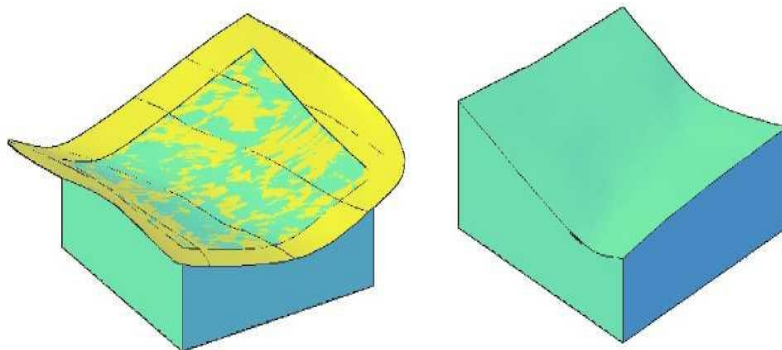

Рис. 74 – Топографическая поверхность с массивом земли
8. Пользуясь командой **SLICE** (**Разрез**), выполнить разрез ящика топографической поверхностью. Верхнюю часть ящика и топографическую поверхность удалить (рисунок 74).